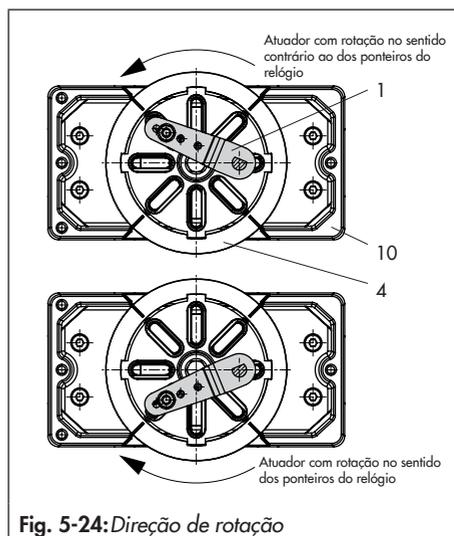

Fig. 5-24: Direção de rotação
5. Aperte o disco de acoplamento (4) no veio ranhurado do atuador ou do adaptador (3) utilizando o parafuso (4.1) e a anilha de pressão (4.2).
6. Desaperte o pino transmissor standard (2) do braço M (1) do posicionador. Fixe o pino transmissor (Ø5 mm) incluído no kit de montagem para a posição de pino a 90°.
7. Monte a placa de ligações (6) para a rosca de ligação G ¼ necessária ou o suporte do manómetro (7) com manómetros no posicionador. Certifique-se de que os dois vedantes (6.1) estão bem assentes. Os atuadores rotativos sem mola de duplo efeito requerem a utilização de um amplificador invertido no lado da ligação da caixa do posicionador (consulte o capítulo 5.6.7).
8. Coloque o posicionador na caixa (10) e aparafuse firmemente. Tendo em consideração a direção de rotação do atuador, ajuste o braço (1) de modo a encaixar o pino transmissor na ranhura correta (Fig. 5-24).